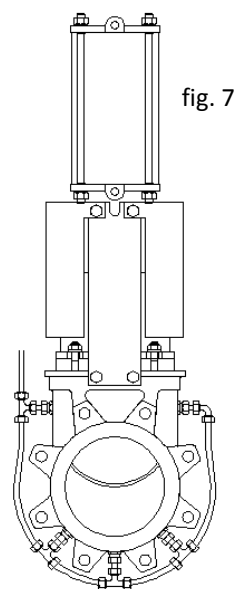

fig. 7
-Insufflazioni nel corpo (Fig. 7): È possibile la realizzazione di vari fori nel corpo per insufflare aria, vapore o altri fluidi e così pulire la sede della valvola prima della chiusura.